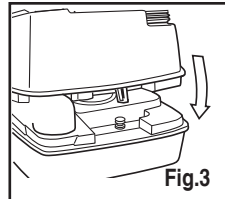

Fig. 3
4. Recombine tanks (Fig. 3).
4. Vuelva a acoplar los tanques (Fig. 3).